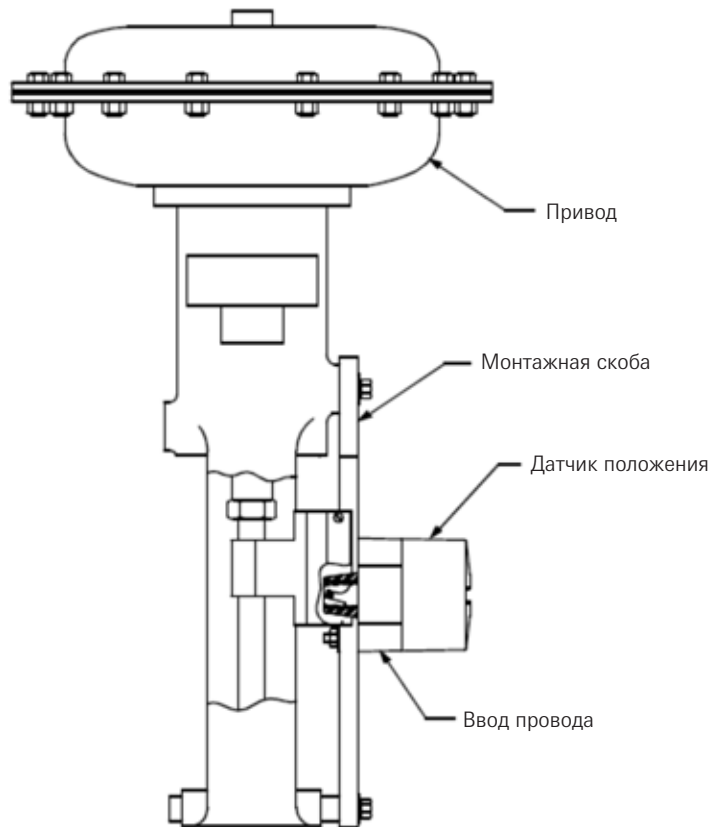

Рисунок 2-5
- Шаг 2. Поместите корпус датчика положения таким образом, чтобы ввод провода смотрел в сторону от мембраны или цилиндра. (См. Рисунок 2-5 А)